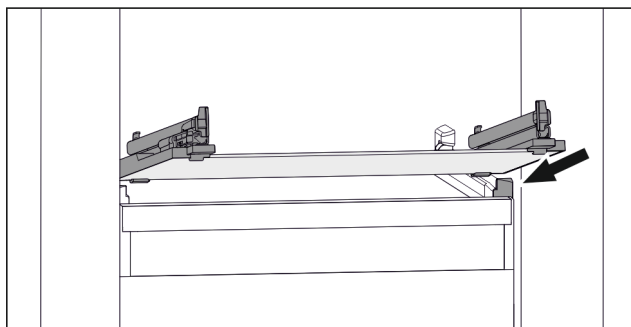

Fig. 66 Exemple de représentation de la tablette en verre
- Placer la tablette en verre, en l'inclinant, derrière les butées. (voir Fig. 66)